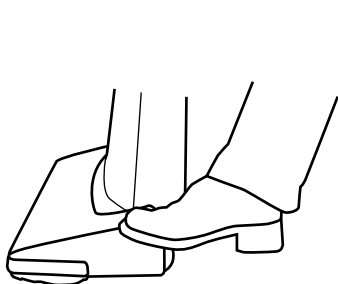

Fig. 12
- Pour relâcher la poignée, appuyez sur le coin arrière gauche de la buse de l'aspirateur (fig. 12).